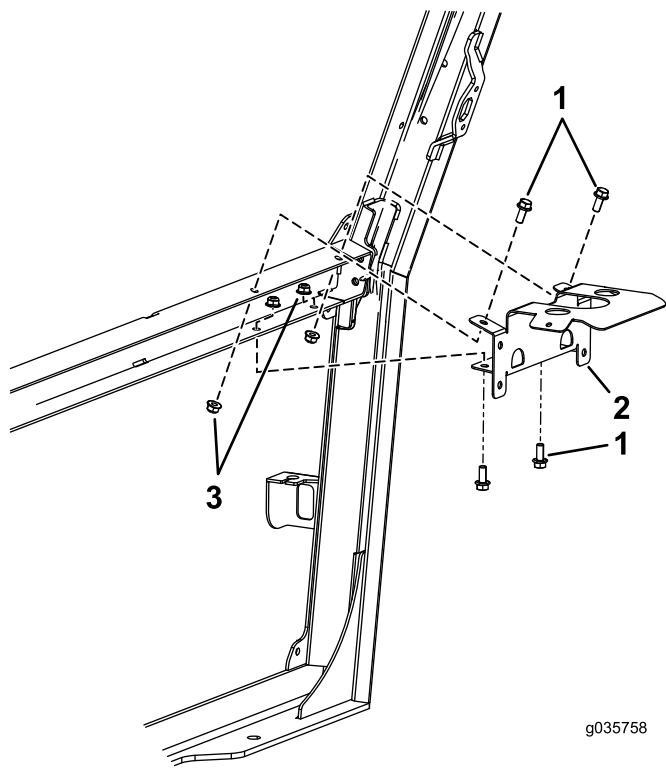

図 6
1. ブラケットをフレームに固定する ボルト5/16 x 3/4 インチ4本、フランジナット5/16 インチ4個を使用して 図 6 のように取り付ける。